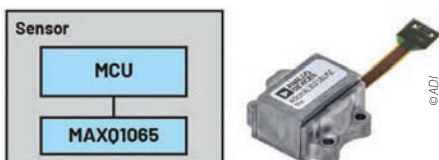

Figura 4 Protecția datelor senzorilor.
- Datele critice de calibrare ale senzorului sau informațiile de configurare a senzorului pot fi stocate în spațiul de stocare securizat al MAXQ1065 pentru a împiedica manipularea sau scurgerea de informații. Mai mult, acestea se pot salva criptate, în sistem. Vedeți figura 4.